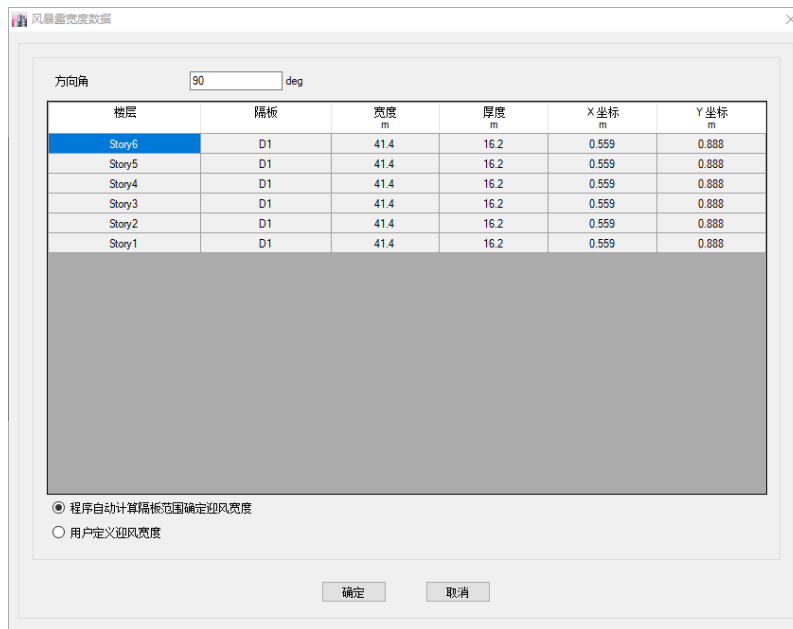

图 5-18 风暴露宽度数据对话框
- 1) 点击**风暴露参数**区域**风荷载方向和迎风宽度的修改/显示**按钮，弹出**风暴露宽度数据**对话框，如图 5-18 所示：